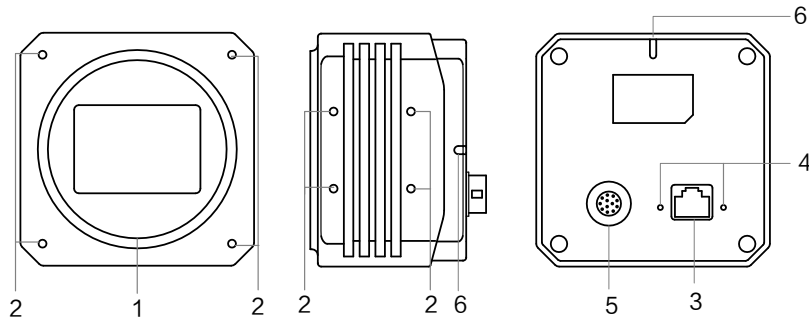

图4-4 M58 口, 不带风扇
- 图 4-4 为 M58 口，不带风扇的千兆网口面阵相机外观。
- M58 口，不带风扇（图 4-4）